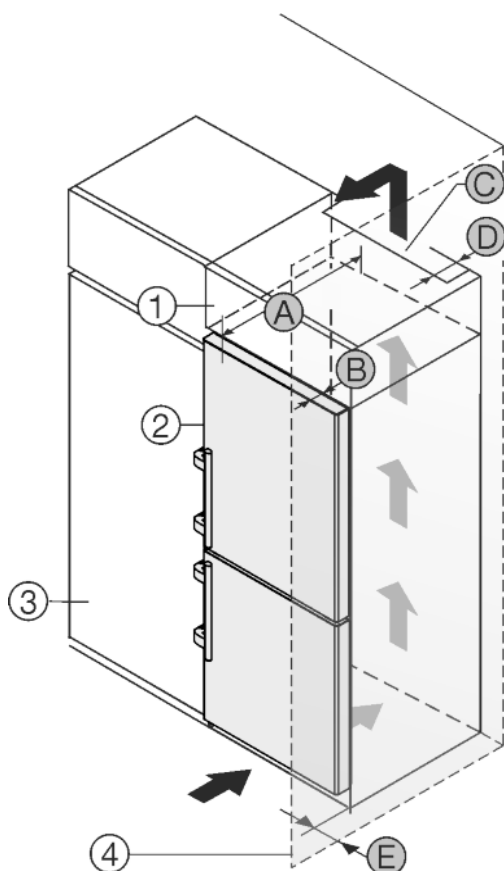

Fig. 27
Přístroj lze zabudovat do kuchyňských skříní. K vyrovnání přístroje Fig. 27 (2) na výšku kuchyňské linky lze na přístroj nasadit nástavec Fig. 27 (1).
Přístroj lze instalovat přímo vedle kuchyňské skřínky Fig. 27 (3). Aby bylo možné dvířka plně otevřít, musí přístroj přesahovat o hloubku Fig. 27 (B) vůči přední linii kuchyňské skřínky. V závislosti na hloubce kuchyňských linek a použití vymežovačů odstupů od stěny může přístroj vyčnívat dále.
- Na zadní straně nastavné skřínky musí být větrací šachta hluboká Fig. 27 (D) přes celou šířku nastavné skřínky.
- Pod stropem místnosti musí být dodržen ventilační průřez Fig. 27 (C).
Pokud je přístroj se závěsy instalován vedle stěny Fig. 27 (4), musí být dodržena vzdálenost Fig. 27 (E) mezi přístrojem a stěnou. To odpovídá přesahu madla při otevřených dveřích.